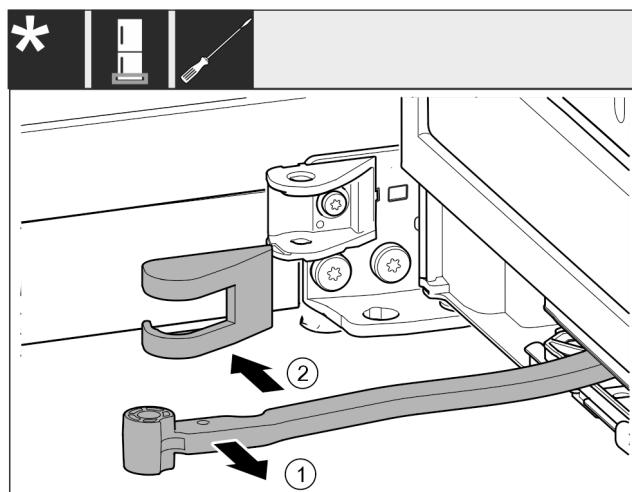

Fig. 17
- ▶ 将铰链转向门的方向。 Fig. 17 (1)
- ▶ 移除托架盖。 Fig. 17 (2)